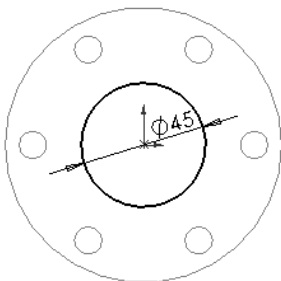

图4-10 标注尺寸2
**10** 标注尺寸。单击“草图”控制面板中的“智能尺寸”按钮，标注**08**中绘制圆的直径，如图4-10所示。